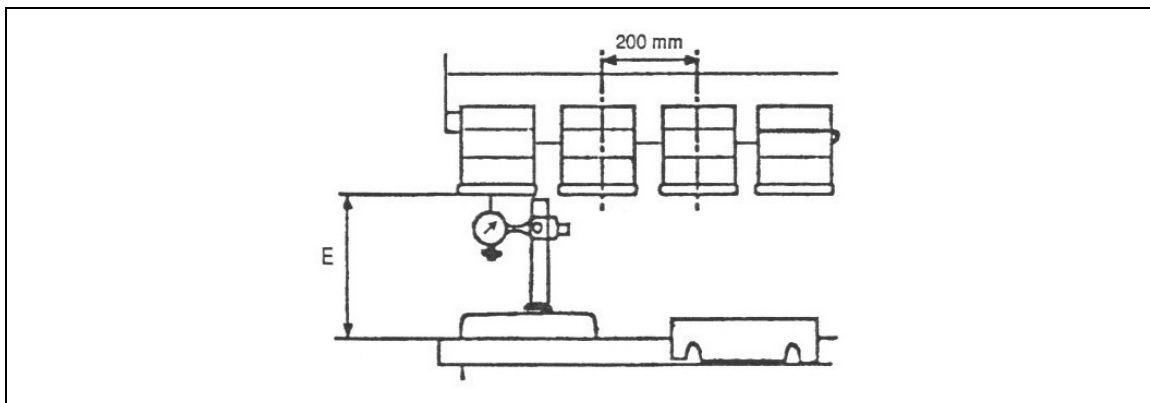

Abb. 10-38 Einstellung des Abstands E
1. Das Zwischenstück wählen, bei dem die Messuhr den kleinsten Abstand E anzeigt (Abb. 10-38).